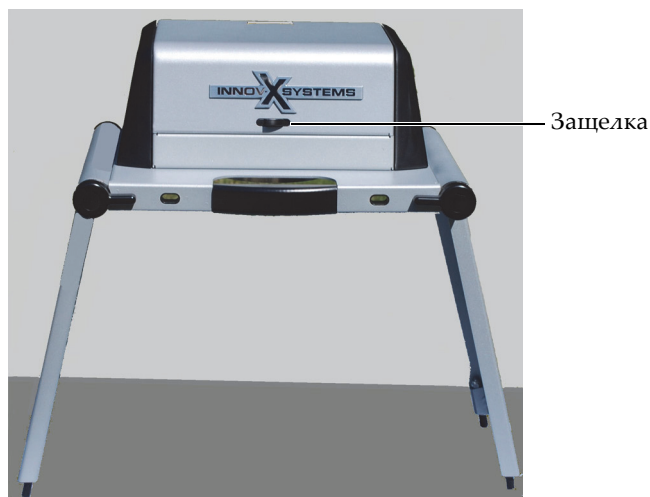

Рис. 4-3 Рычажок открытия/закрытия крышки
7. Прежде чем открыть крышку, передвиньте защелку вправо (см. Рис. 4-3 на стр. 7).